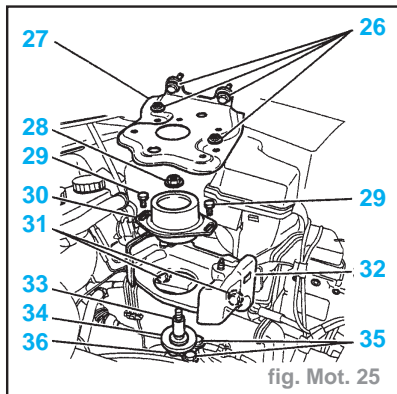

fig. Mot. 25
- Reposer (fig. Mot. 25) :
- le support (36)
- les vis (35), serrage à **6 daN.m**
- l'axe (34), serrage à **5 daN.m + LOCTITE FRENETANCH**
- l'entretoise (33)
- le support d'axe de boîte de vitesses (32)
- les vis (31), serrage à **1,9 daN.m**
- la cale élastique de boîte de vitesses (30)
- l'écrou d'axe de boîte (28) et sa rondelle
- les vis de cale (29) (sans serrer)